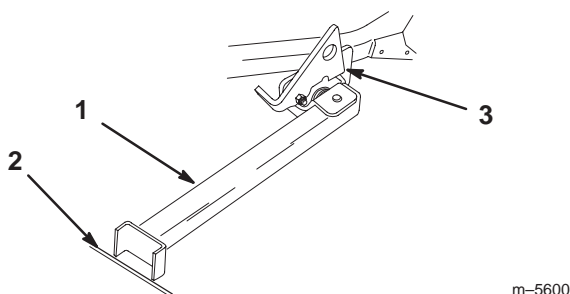

Figure 30
4. Posez le pied du support sur le sol et appuyez le verrou sur la languette de pivot (Fig. 30).
**Remarque :** Pour de meilleurs résultats, placez le pied du support dans des anfractuosités du trottoir ou du gazon (Fig. 30).
6. Montez la machine sur le support. Arrêtez-vous quand le verrou retombe sur la languette en position verrouillée (Fig. 30). Une fois la machine sur le support, serrez le frein de stationnement et coupez le moteur.